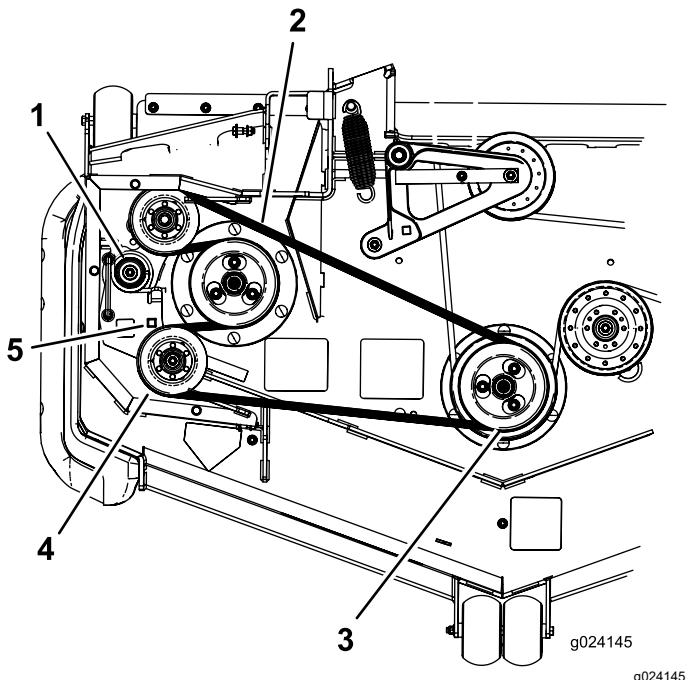

Figura 79
7. Utilice una llave de carraca en el orificio cuadrado del brazo tensor para aliviar la tensión del muelle tensor (Figura 79).
8. Retire la correa de la polea de la carcasa de corte (Figura 79).
9. Retire la correa de las poleas restantes (Figura 79).
11. Utilizando la llave de carraca en el orificio cuadrado, alivie la tensión del muelle y coloque la correa nueva alrededor de la polea tensora (Figura 79).